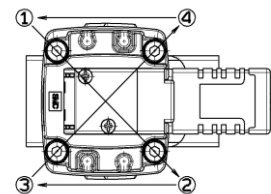

図 2.ボルト締付け手順
- (1)カバーの六角穴付ボルト 4 本を緩めて、ボディ Ass'y から外してください。その際、ボルトとボディのねじ部に、カジリが生じないように、4 本のボルトを少しずつ均等に緩めてください。
- (2)ボディ Ass'y 内部に異物の付着などあれば取り除いてください。
- (3)六角穴付ボルトをメンテナンス Ass'y のカバーに通し、表 1 の締付トルクでボディ Ass'y に組立ててください。ボルト締付けの際、図 2 の締付け手順を繰り返し、4 本のボルトを少しずつ均等に締付けてください。